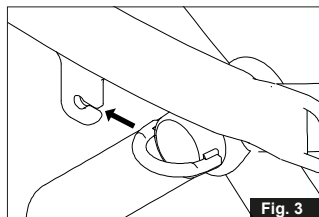

Fig. 3
2. Tilt GH3 kryssbøylen for å montere D-øyet i kroken på tilkoblingsbøylen. (Fig. 3)